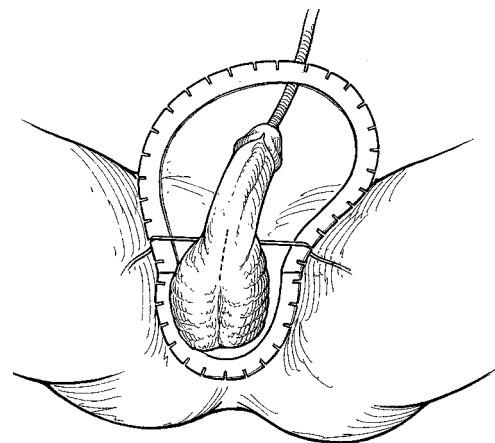

Figura 4-2. Penoescrotal: identificación del lugar de la incisión
- Cuando utilice el retractor SKW, coloque el retractor anular al paciente, con el anillo grande hacia la cabeza del paciente (en dirección cefálica) y el anillo más pequeño hacia los pies del paciente (en dirección caudal) (**Figura 4-2**).
- Mientras sostiene la incisión en el pene, coloque ganchos en las posiciones de la 1, las 5, 7, 11, 3 y 9 en punto (**Figura 4-2**).